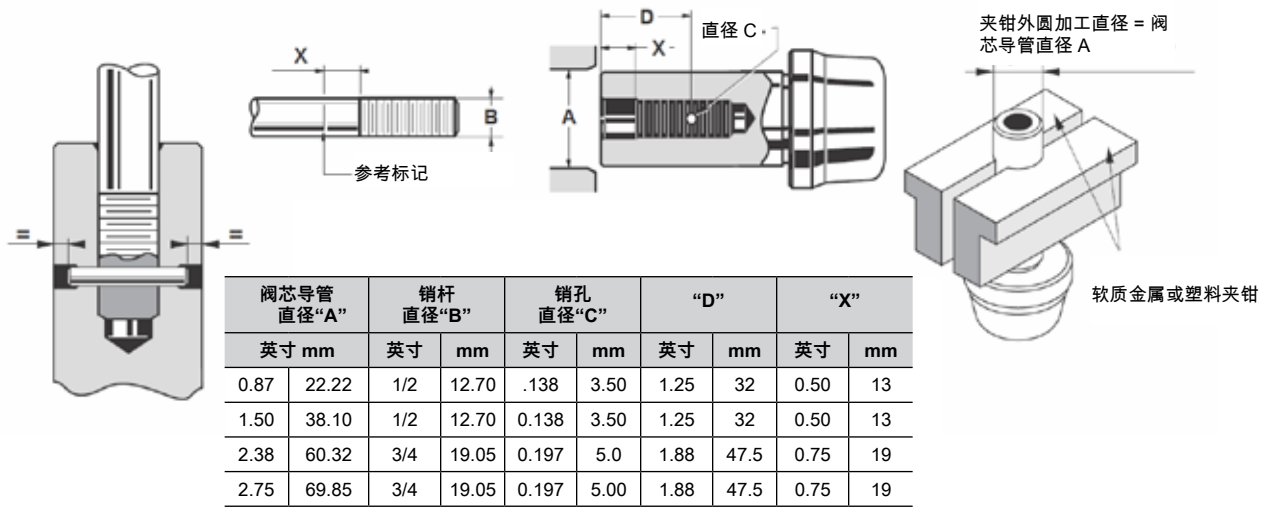

图 4：阀芯杆销连接
- 5.2. 使用锤子将销压入孔中与其配合。注意确保销两侧的凹进程度相同，完成固定操作（参见图 4）。